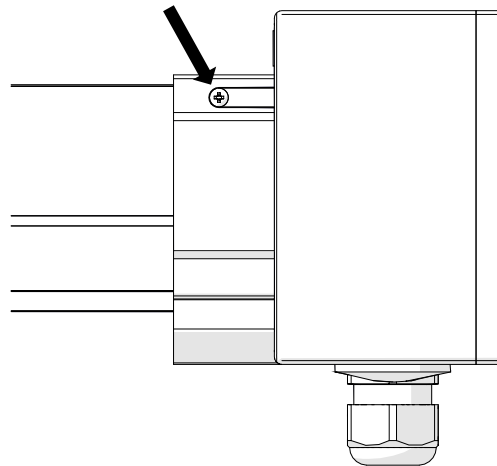

Abb. 43: Endeinspeisung mit seitlicher Bohrschraube
- Die seitlichen Bohrschrauben festziehen (siehe Abb. 43)